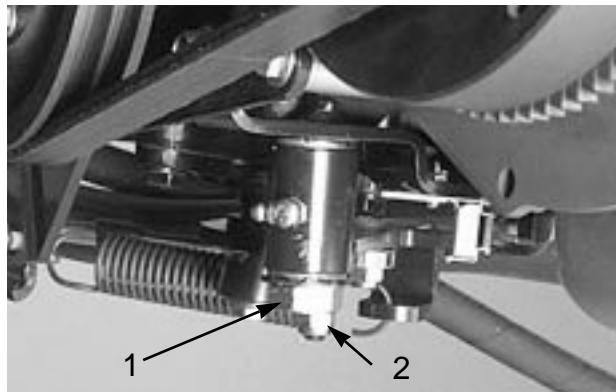

図 55
- 3 . トラクション調整カムのロックナット（図55）をゆるめる。